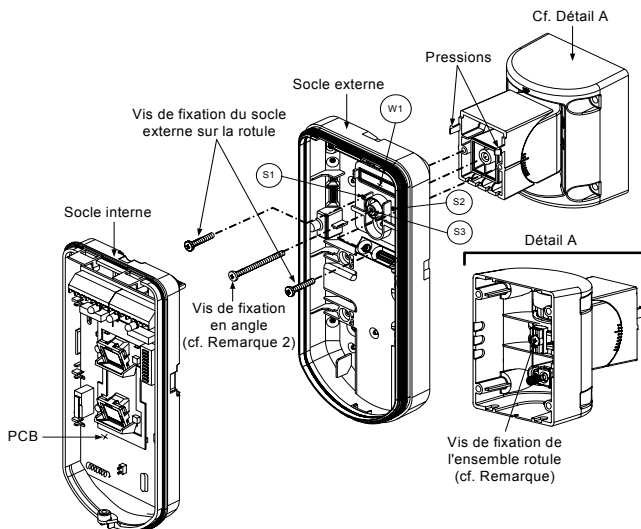

Figure 7
4. Retirez du pivot la pastille requise pour son branchement électrique : S2, S7 ou S9 (Figure 7).
5. Retirez l'autoprotection arrière du socle interne et reliez-la au point **S5** (figure 7) du pivot standard (cf. "Déplacement de l'autoprotection arrière").
8. Fixez le socle externe à la rotule à l'aide de deux vis passant par les pastilles (pressions) correspondantes (Figure 7).
9. Fixez le socle externe à la rotule à l'aide de deux vis passant par les pastilles pré-perçées S1 et S2 (Figure 7).
10. Introduisez la vis de fixation d'angle fournie en partant du socle externe et en passant par la pastille pré-perçées S3 de la vis de fixation d'angle, située sur le socle externe, pour atteindre la rotule standard (Figure 7).
Lorsque les marques indiquées sur les pièces mobiles sont bien alignées (Figure 7), la rotule standard se trouve à 0° en position verticale/ horizontale. Chaque cran à partir de cette position correspond à une inclinaison verticale / horizontale de 5°.